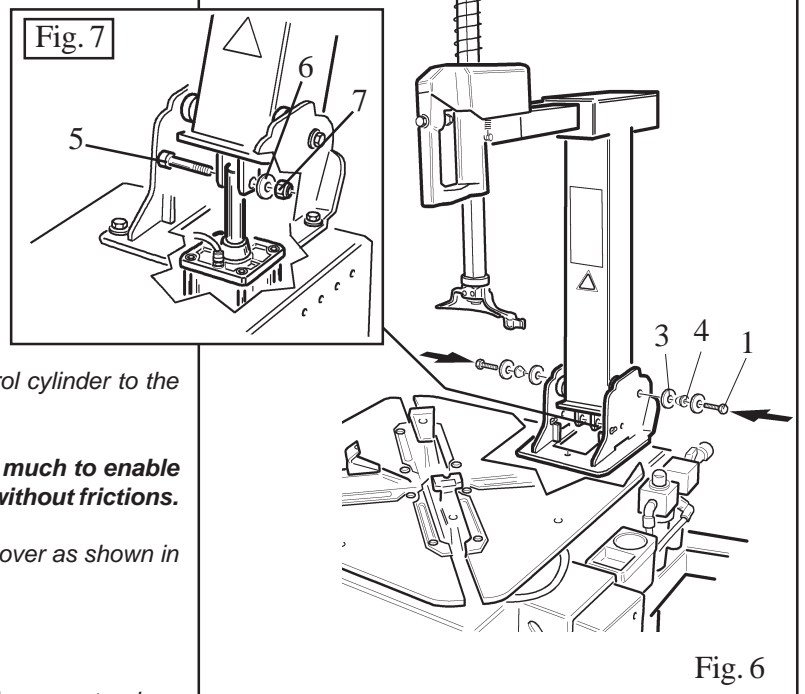

Fig. 6
Insérer les vis arrière (1), les coquilles (2) ainsi que les rondelles (3) et **serrer** par les écrous (4). Fig. 6
*Die hintere Schrauben (1), die Buchsen (2) sowie die Beilagsscheiben (3) einfügen und die Mutter (4) **anziehen**. Abb.6*